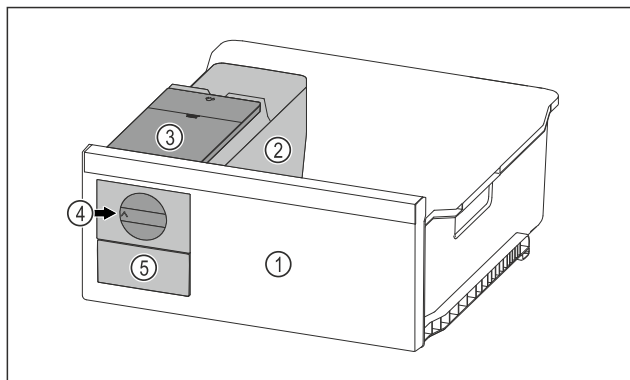

Fig. 90 Примерное изображение
- Поверните поворотную кнопку Fig. 90 (4) по часовой стрелке до упора.
- ▷ Кубики льда упадут из ванночки для кубиков льда в выдвижной ящик для кубиков льда Fig. 90 (5).